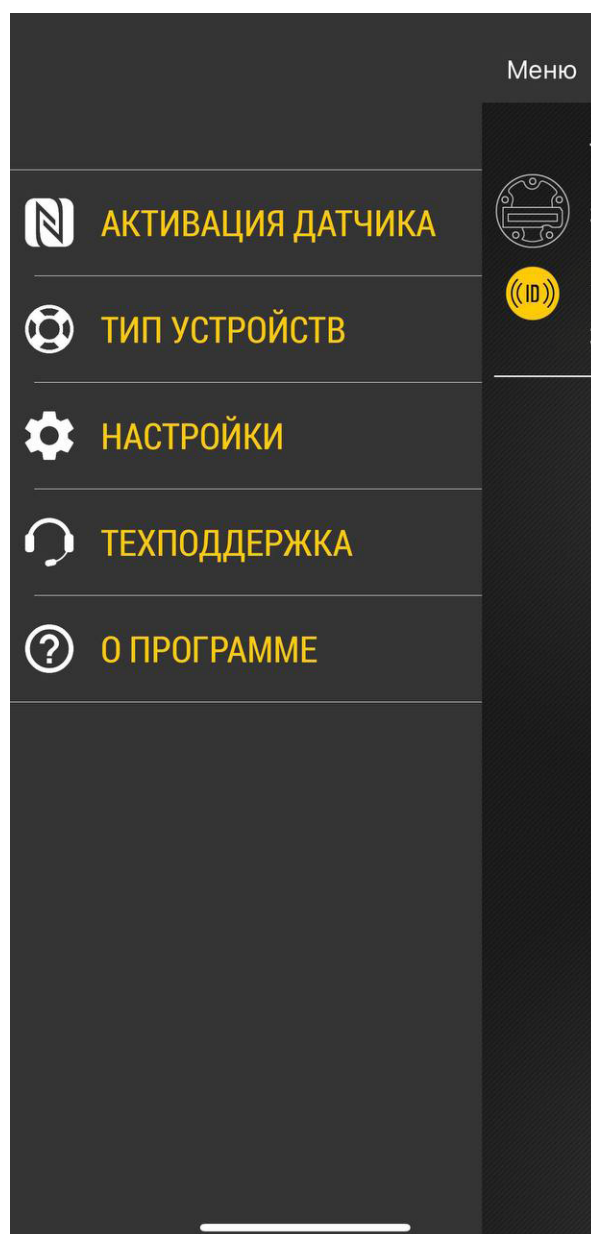

Рис.4. Активация устройства.
- Далее выберите «Активация датчика» (**Рис.4**).